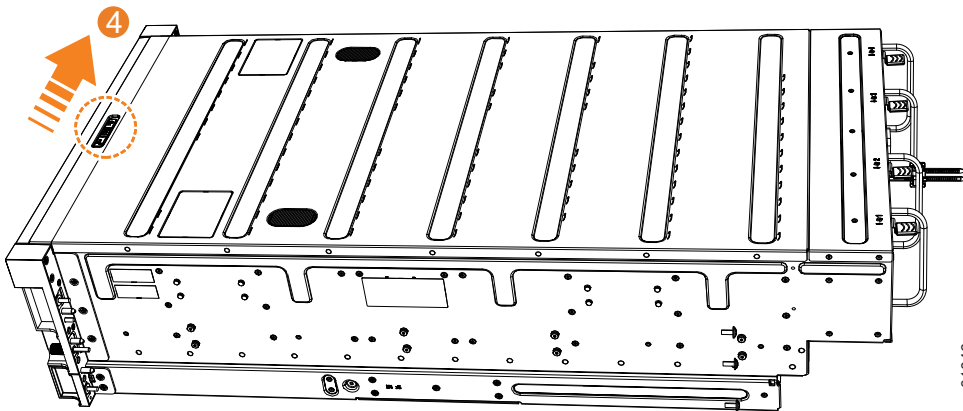

図 80. 上部カバーのロック
5. 図 80 に示すように、解放レバー **4** をスライドさせて、カバーを所定の位置にロックします。